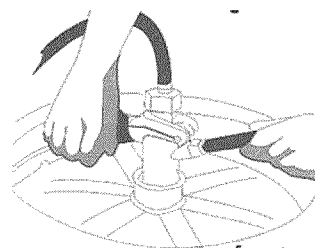

fig. 3
- Il est très important que la rondelle blanche soit installée sur le coupleur du barillet avant de raccorder la conduite de bière au coupleur du barillet. Vissez l'écrou au bas du boyau transparent sur le coupleur du barillet. Serrez fermement à la main. (voir figure 3)